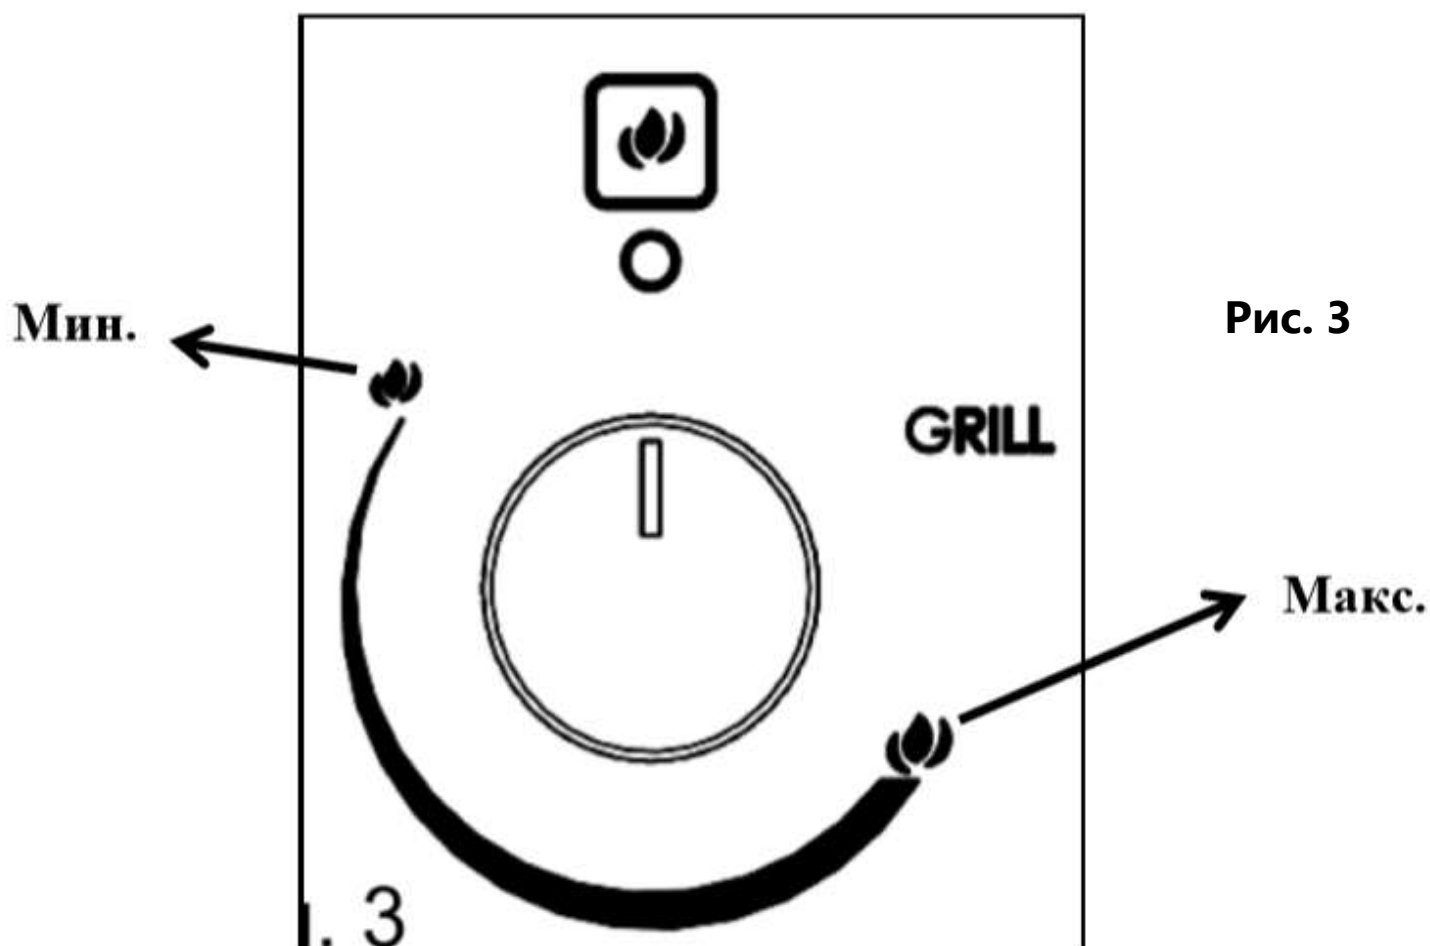

Рис. 3
Индикатор на панели управления (Рисунок 3) показывает повышенную температуру духовки. Для регулирования температуры, поверните ручку на выбранную позицию.
2. Для включения электрического розжига, нажмите на ручку термостата, и, придерживая ручку, приведите на максимальную позицию Максимум (Рисунок 3), повернув её против часовой стрелки (Рисунок 4).